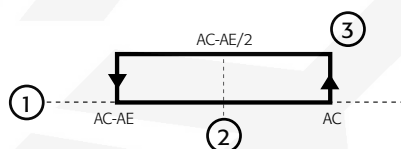

Fig. 4.I
- Gibt die Überschreitung der Grenze zwischen Ac und AE an (aus der Berechnung:  $Ac-AE/2$ , siehe Fig. 4.I);
- Gibt die Überschreitung des Temperatursollwertes Ac an (siehe Fig. 4.I);